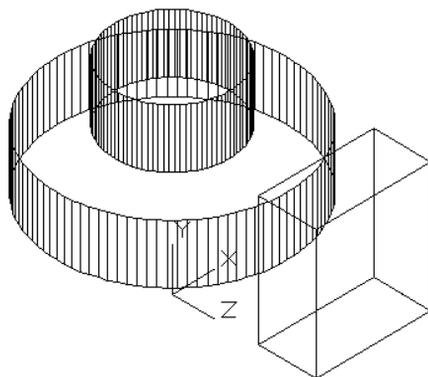

Рис. 10.30. Построение параллелепипеда в новой ПСК
Вспомните, что текущее значение уровня было 250 мм. Введение новой системы координат его не изменит (оно хранится в системной переменной ELEVATION). Однако это будет для нас означать, что текущей плоскостью построений станет не плоскость XY действующей ПСК (напомним, что эта плоскость совпадает с плоскостью XZ МСК), а плоскость, которая параллельна ей и отстоит от нее вдоль направления новой оси аппликат (Z) на 250 мм. Попробуйте с помощью команды ПЛИНИЯ (PLINE) построить замкнутую полилинию в новой системе координат с вершинами в следующих точках: $0, 0$; $\#200, 0$; $\#200, 220$ и $\#0, 220$ (напомним, что символ $\#$ при включенном динамическом вводе означает работу с абсолютными, а не относительными координатами). Получится параллелепипед, а не прямоугольная полилиния, т. к. текущее значение высоты равно -100 . Основание нового параллелепипеда будет параллельно новой плоскости построений (рис. 10.30).